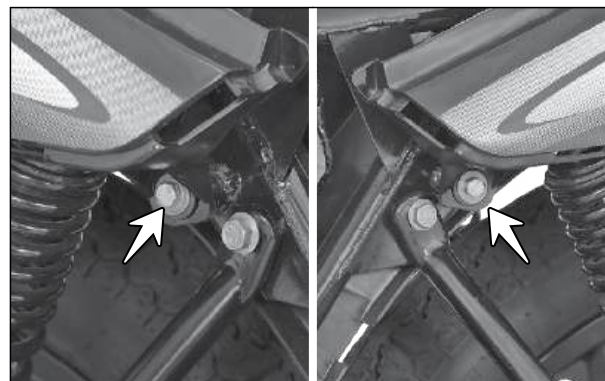

Fig. 1.26
- Remova os parafusos (setas) (M8x20) de fixação da carenagem traseira. (Fig. 1.26)